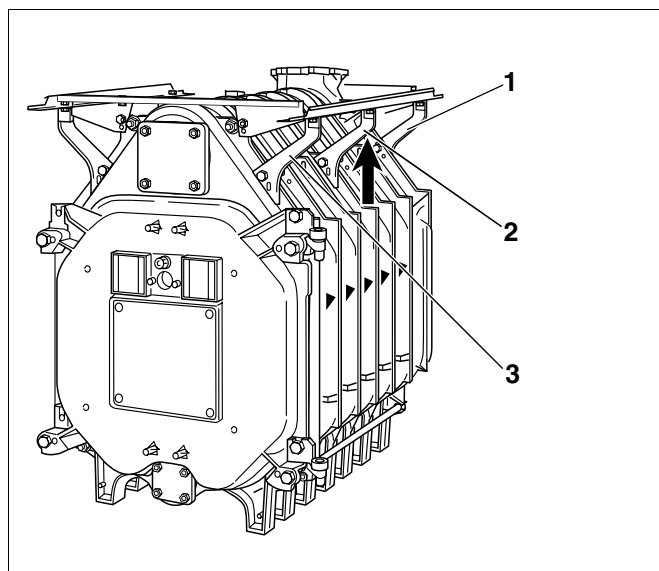

Рис. 40 Выверка продольных планок
- Выровнять продольные планки и консоли на передней и задней секциях и затянуть болты их крепления (рис. 40, поз. 1 и 3).
- Средние кронштейны (рис. 40, поз. 2) подтянуть снизу к продольным планкам и затянуть болты крепления к котловому блоку.